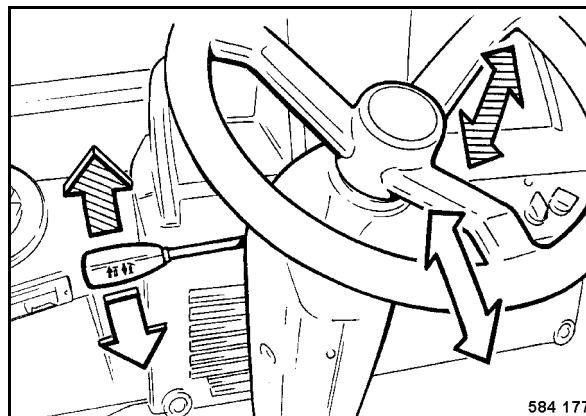

Fig. 53
- Para ajustar la altura del volante tirar la palanca (Fig. 53) hacia arriba y ajustar el volante en altura.